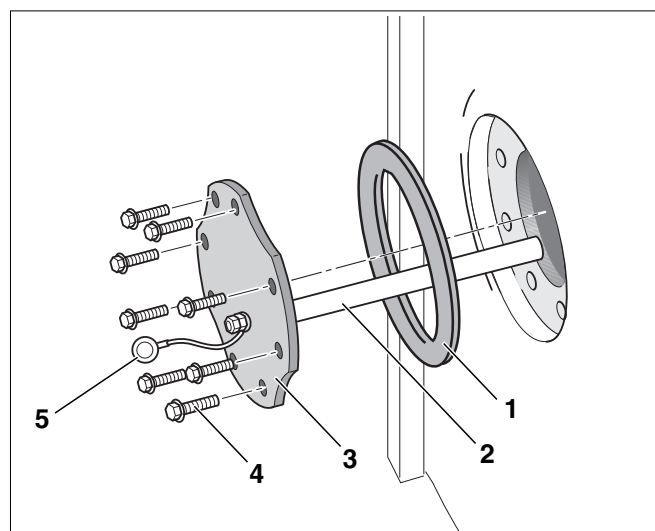

Fig. 17 Montage de l'anode au magnésium
- Remettre l'anode au magnésium en place (fig. 17, **pos. 2**) avec la trappe de visite.
- Nous recommandons pour le montage d'une nouvelle anode au magnésium d'utiliser un joint neuf pour la trappe de visite (fig. 17, **pos. 1**) afin d'éviter les fuites éventuelles sur le préparateur.
- Visser les vis à tête hexagonale (fig. 17, **pos. 4**) de la trappe de visite "à la main".
- Montez l'anneau du câble de mise à la terre (fig. 17, **pos. 5**) avec une vis à tête hexagonale sur la trappe de visite avec une bonne conduction électrique afin de garantir le bon fonctionnement de l'anode au magnésium.
- Puis resserrer les vis à tête hexagonale (fig. 17, **pos. 4**) avec une clé de serrage de trois quarts de rotation (correspond au moment de serrage de 40 Nm).